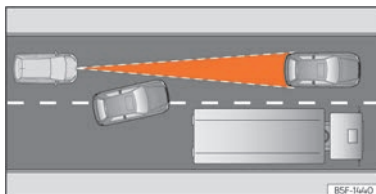

Abb. 108 Fahrspurwechsel eines anderen Fahrzeugs.
- Fahrzeuge, die in geringem Abstand auf die eigene Fahrspur wechseln »» (Abb. 108).